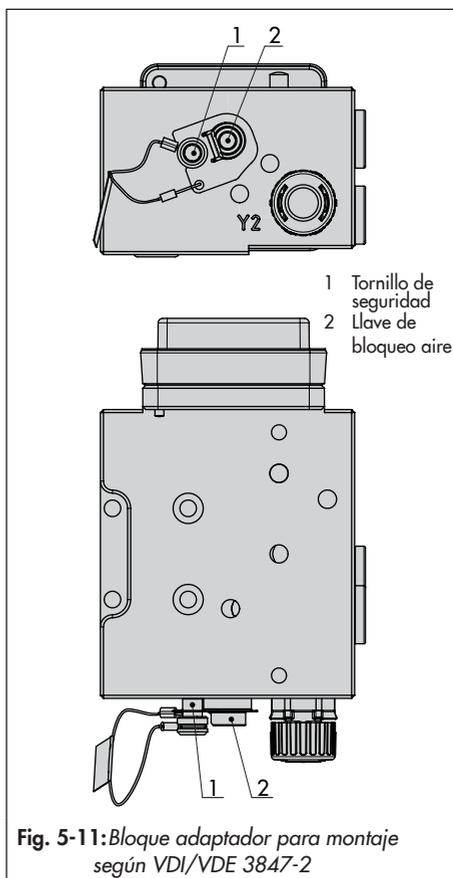

Fig. 5-11: Bloque adaptador para montaje según VDI/VDE 3847-2
**Procedimiento de bloqueo del accionamiento (ver Fig. 5-11):**
1. Soltar el tornillo de seguridad rojo (1).
2. Girar la llave de bloqueo del aire (2) en la parte inferior del bloque adaptador según la inscripción.